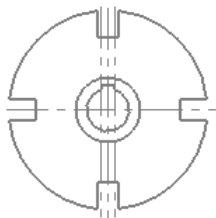

图 3.15.17 铣刀定位槽
④ 单击 按钮完成曲线的修剪。
Step4. 绘制图 3.15.17 所示的铣刀刀具定位槽。